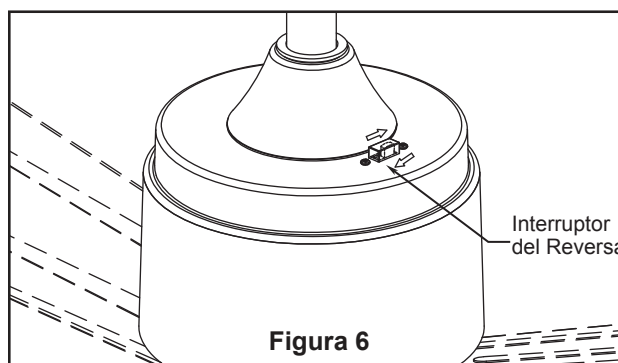

Figura 6
- ☐ 6. Instale la cubierta del interruptor en la cubierta del interruptor de soporte de la carcasa girándola en el sentido de las agujas del reloj. (Figura 6)
- ☐ 6. Si desea que el flujo de aire se desplace en la dirección opuesta, apague el ventilador y espere a que las aspas se detengan. Luego deslice el conmutador inversor a la posición contraria y vuelva a encender el ventilador. (Figura 6)